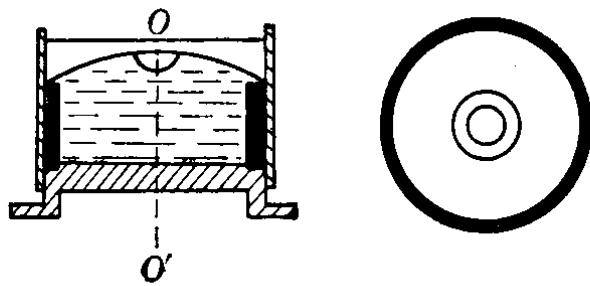

图 2-9
**2. 圆水准器** 圆水准器是由圆柱形玻璃盒子和玻璃盖组成的（图2-9）。玻璃盖里面是磨光的球面，球面中心刻一个小圆。